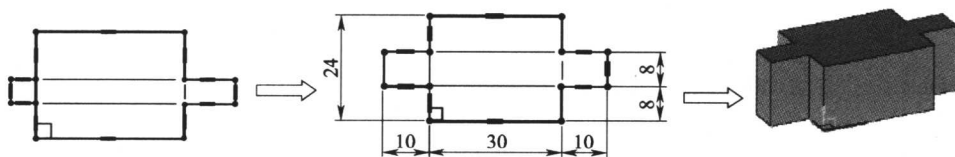

图 1-1 点创建轮廓
①通过点来创建,这种方式是在草绘面上创建点,并将这些点进行连接进而形成轮廓。这样形成的轮廓可能会有很多种,这就要我们通过添加尺寸来确定(如图 1-1 所示)。